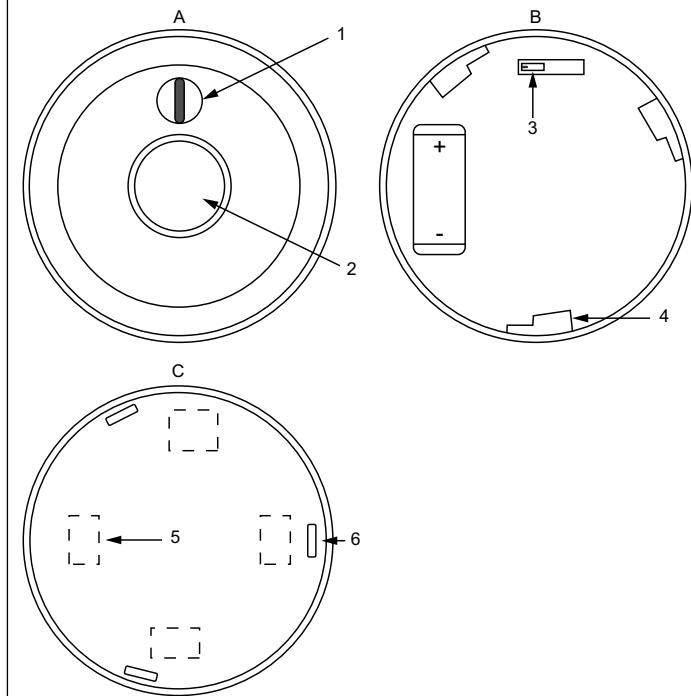

Fig. 2 A = Structure principale, avant, B = Structure principale, arrière, C = Couvercle arrière
- Percez les encoches dans le couvercle arrière. Voir Fig. 2